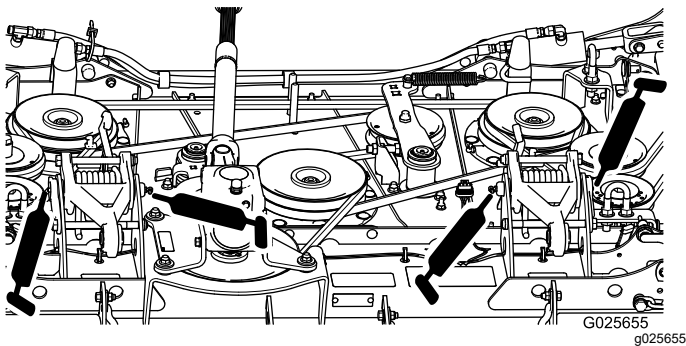

Figura 14
- Brazos de acoplamiento de la carcasa (5) (Figura 14)